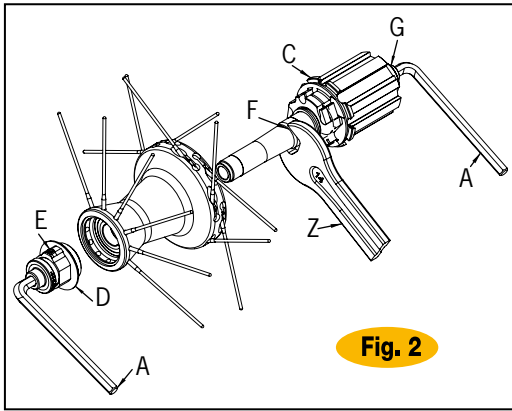

Fig. 2
- Sfilate il perno del mozzo posteriore; il corpo ruota libera (C) rimane collegato con i relativi cricchetti (Fig.2).